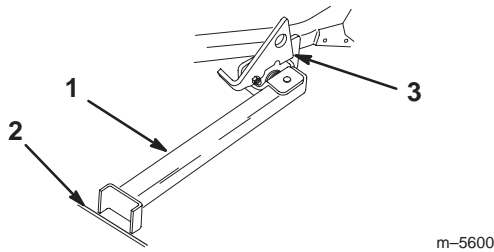

Figure 25
4. Posez le pied du support sur le sol et appuyez le verrou sur la languette de pivot (Fig. 25).
Remarque : Pour de meilleurs r sultats, placez le pied du support dans des anfractuosit s du trottoir ou du gazon (Fig. 25).
6. Montez la machine sur le support. Arr tez-vous quand le verrou retombe sur la languette en position verrouill e (Fig. 25). Lorsque la machine est sur le support, serrez le frein de stationnement et arr tez le moteur.